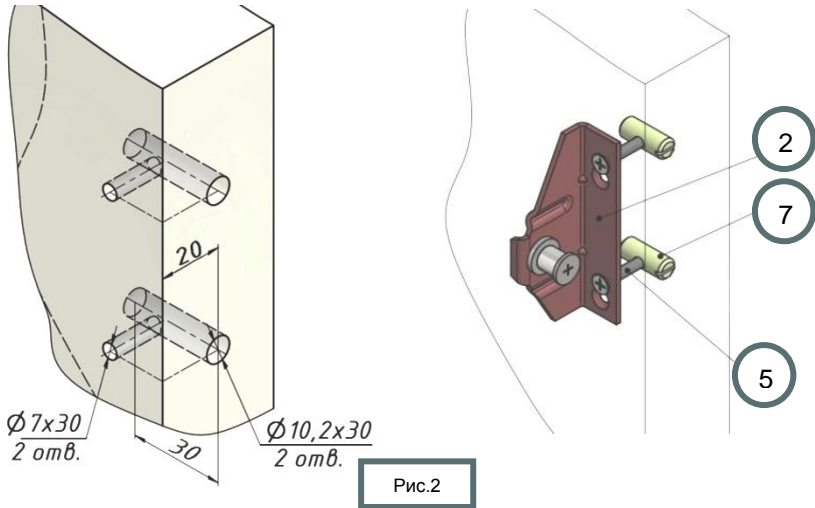

Рис.2
8. Разметить на торце двери места для гаек-бочонков **7** на одном уровне с отверстиями $\varnothing 7\text{мм}$ (см рис.2).
10. Установить ригель **2** на дверь с помощью винтов **5** и гаек-бочонков **7** (см. рис.2).